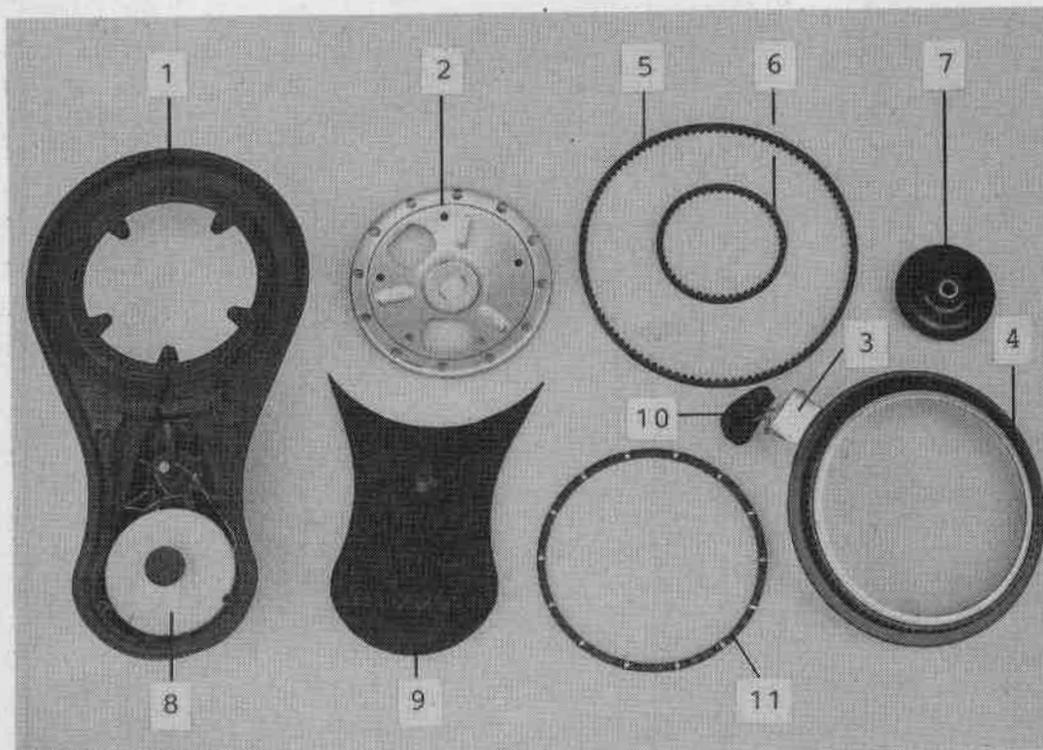

Bild 4: Blick auf die wesentlichen Einzelteile des G-S 2000
Bild 4 zeigt die wesentlichen Einzelteile des G-S 2000 mit dem schwarzen Kunststoffgehäuse (1), durch das Aufnahmeblech (2) versteift und dem knapp bierdeckelgroßen Mitnehmerblech (3), auf dem das Kunststoffantriebsrad (4) befestigt ist. Der Antrieb erfolgt über die beiden Zahnriemen (5) (6) und das aus Kunststoff bestehende Stufenzahnriemenrad (7) auf den Generator (8). Einwandfrei abgedichtet werden Generatorgehäuse und Stufenzahnriemenrad mit Hilfe des aufgeschweißten Getriebedeckels (9). Das Mitnehmerblech (3) mit dem Mitnehmer (10) läuft auf einem großen Kugellagerring (11), dessen Halter aus Kunststoff besteht. Das Stufenzahnriemenrad (7) ist reibungsarm durch ein Nadellager geführt. Alle Metallteile einschließlich Kugeln sind aus rostfreiem Stahl gefertigt, so daß es kaum Korrosionsprobleme geben kann.